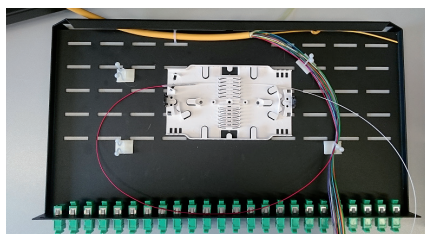
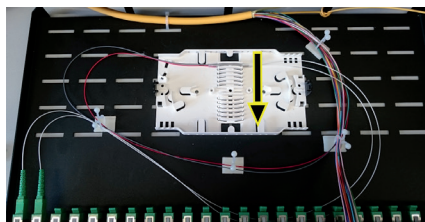

imagen 4 / figure 4
imagen 5 / figure 5
Proceda a colocar las abrazaderas adhesivas y guíe la fibra por ellas (imagen 4). Comience a realizar las fusiones de la fibra con los pig-tail y vaya colocando las cánulas termo-retráctiles en las ranuras de la bandeja auto-adhesiva (cada ranura admite hasta 2 cánulas), comenzando por la parte trasera de la bandeja y continuando hacia la parte frontal (imagen 5).
*Place the adhesive clamps and route the fiber through them as shown (figure 4). Start splicing the fiber with the pigtail making sure to place the heat-shrinkable cannulas into the slots of the self-adhesive clamps (each slot supports up to 2 cannulas), starting from the back of the tray and continuing towards the front (figure 5).*